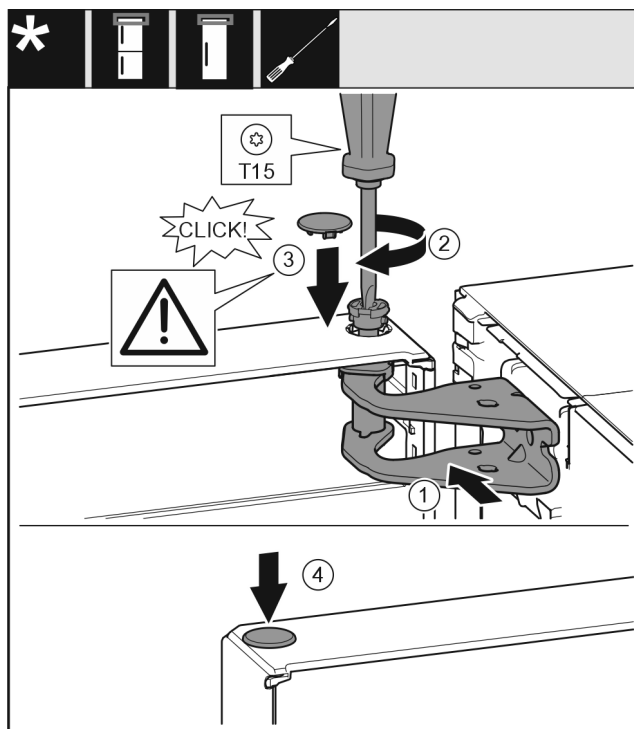

Fig. 21
- ▶ Duris viršuje išlygiuokite į atraminės gembės angą. Fig. 21 (1)
- ▶ Įstatykite varžtą ir tvirtai prisukite atsuktuvu T15. Fig. 21 (2)
- ▶ Durims užfiksuoti sumontuokite apsauginę dengiamąją plokštelę: uždėkite apsauginę dengiamąją plokštelę ir patikrinkite, ar ji priglundą prie durų. Kitu atveju įstatykite iki galo varžtą. Fig. 21 (3)
- ▶ Įstatykite kaištį. Fig. 21 (4)